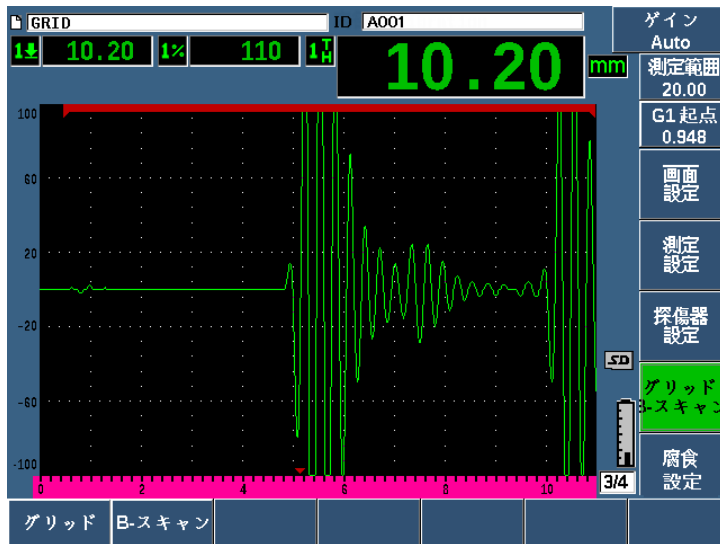

図 11-44 B- スキャンメニュー項目
1. 291 ページの図 11-44 に示すように **B-** スキャンメニュー項目（グループ 3/4）に移動します。